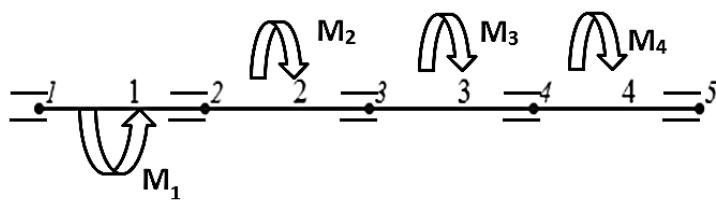

Рис. 8.3 – Схема вала к задаче 6
6. Построить эпюру крутящих моментов для вала. Направления вращающих моментов, равных M_1, M_2, M_3 и M_4 , Н·м, даны на рис. 8.3.